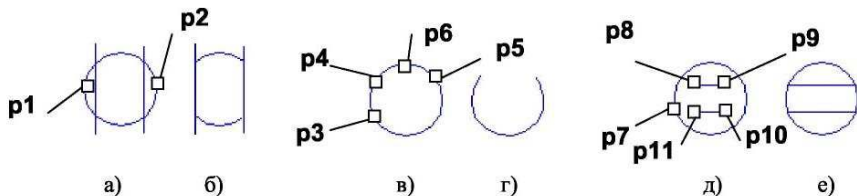

Рис. 4.10. - Примеры удаления фрагментов объектов
3) Указать точки **p1** и **p2**, находящиеся на оси отражения (рис. 4.10 б).
- Удалять указанный участок. Если же требуется удалить участки, внешние по отношению к указанному, нужно использовать переключатель  - Оставить указанный участок. На рис. 4.10 а, б после указания точек **p1** и **p2** удаляются соответствующие дуги окружностей.
ченную двумя произвольно заданными точками. Команда удобна в тех случаях, когда редактируемый объект имеет много пересечений с другими объектами. В команде необходимо указать редактируемый объект (точку **p3**), а затем задать на нем две точки (**p4** и **p5**), определяющие нужный участок. Он будет удален или оставлен в соответствии с установками переключателей. На рис. 4.10 в отражен порядок указания точек **p3**, **p4**, **p5** и **p6** на окружности для получения изображения, представленного на рис. 4.10 г.
- Выровнять по границе. Команда осуществляет продление объектов до границы выравнивания или усечения по ней. Необходимо вначале указать объект - границу, а затем постепенно по одному объекту из тех, которые надо выровнять. Выравнивание объекта осуществляется со стороны указания его. Чтобы перейти к выравниванию по другой границе, используйте кнопку  **Указать заново** на панели **Специального управления**. На рис. 4.10 д показана последовательность указания точек **p7**, **p8**, **p9**, **p10** и **p11** на окружностях и отрезках для получения изображения, представленного на рис. 4.10 е.